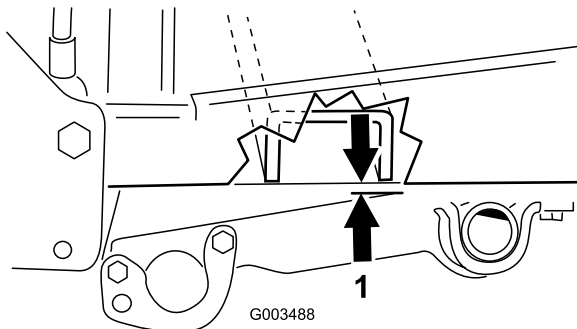

Bild 18
- B. Drehen Sie das in Bild 18 dargestellte Kugelgelenk, um die Länge der Stange wie folgt zu ändern: